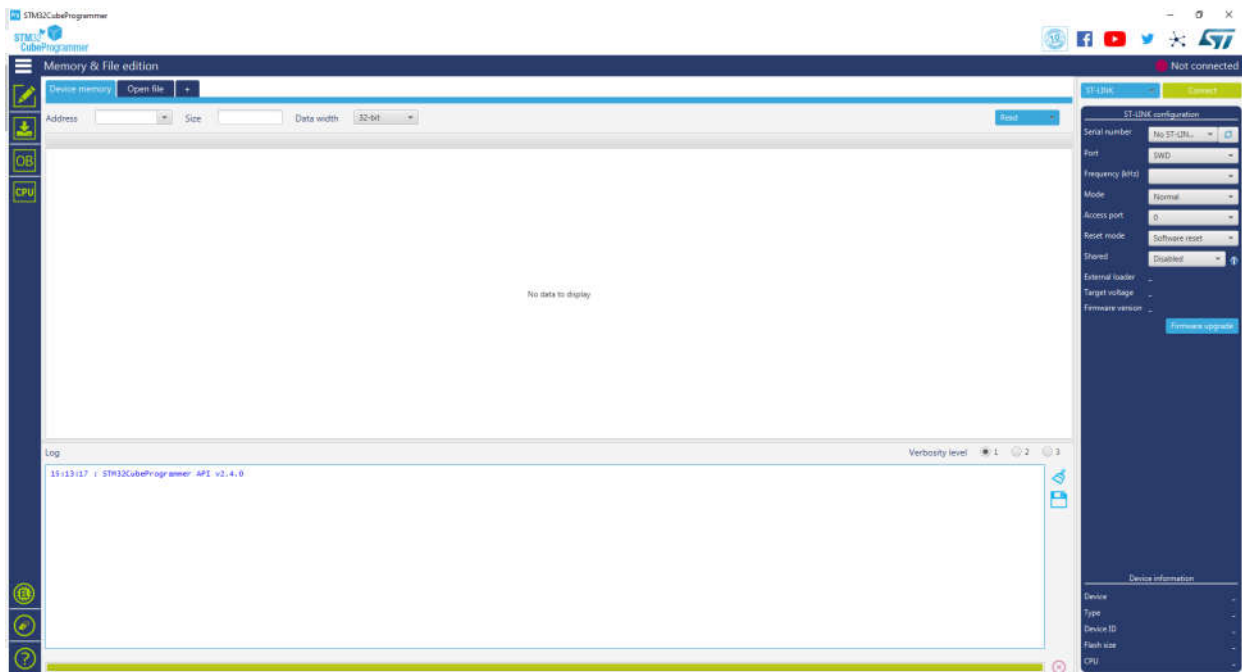

Figure 183 : Environnement STM32CubeProgrammer.
**Étape 2 :** Lancer le programme STM32CubeProgrammer (voir Figure 183)